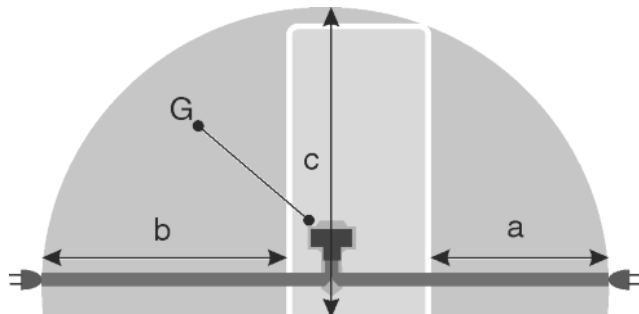

Fig. 19
- Розетка находится вне зоны задней стенки в данной зоне. Fig. 19 (a, b, c)
- ▶ Штекер устройства Fig. 19 (G) подсоединить с задней стороны устройства. Следить за правильной фиксацией.